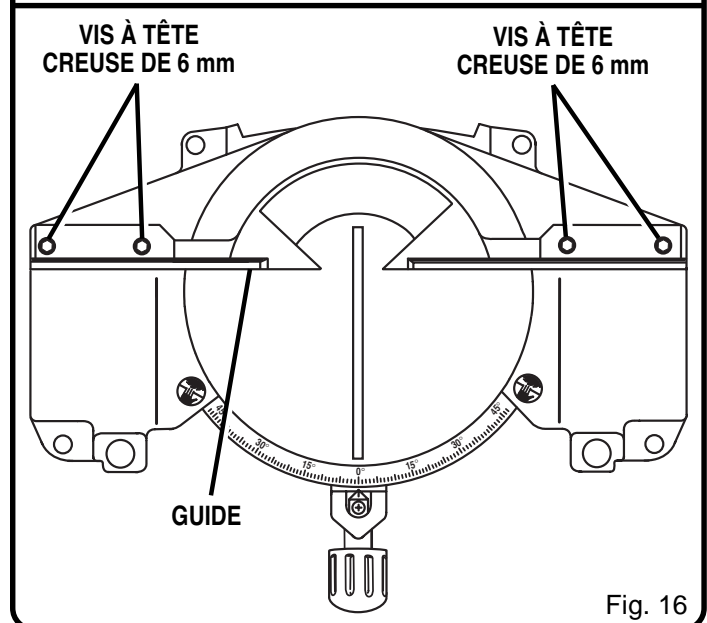

Fig. 16
- À l'aide de la clé hex. de 6 mm fournie, desserrez les vis à tête creuse qui retiennent le guide. Voir figure 16. Réglez le guide vers la gauche ou vers la droite jusqu'à ce que l'équerre de menuisier se trouve bien parallèle à la fente pour lame.